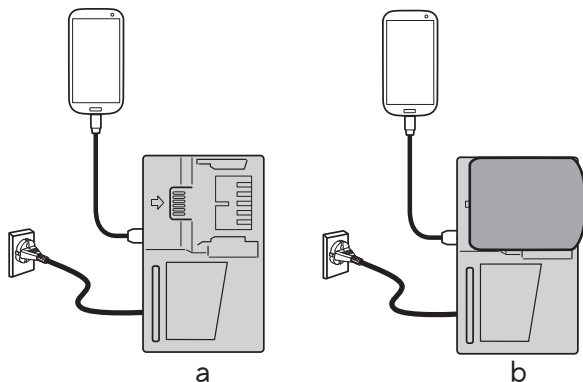

图 2
- 将 USB 设备插入插座进行充电（图 2-a）
- 将 USB 设备和电池插入插座进行充电（图 2-b）